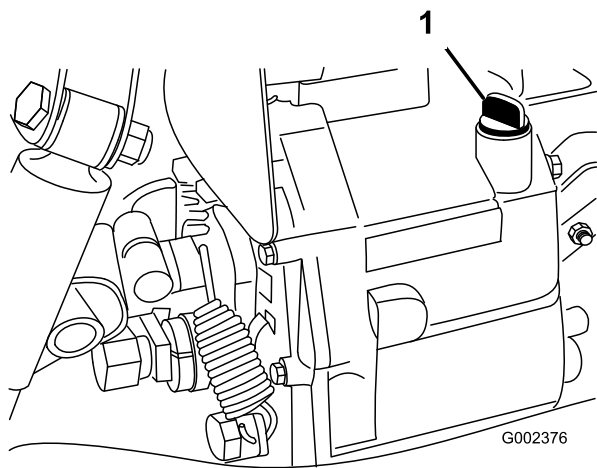

Figura 69
5. Limpie la zona alrededor de la varilla (Figura 69).